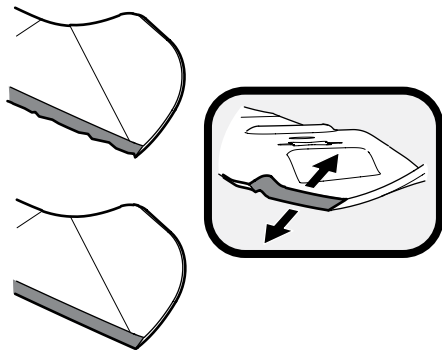

Figura 4-7
4. Para afiar corretamente as lâminas, esmerilhe quantidades iguais de metal de ambos os lados da lâmina ao longo das bordas de corte, em paralelo à borda de trás, num ângulo de 25° a 30°. Sempre esmerilhe igualmente as duas bordas de corte da lâmina para manter seu correto equilíbrio. Consulte Figura 4-7.